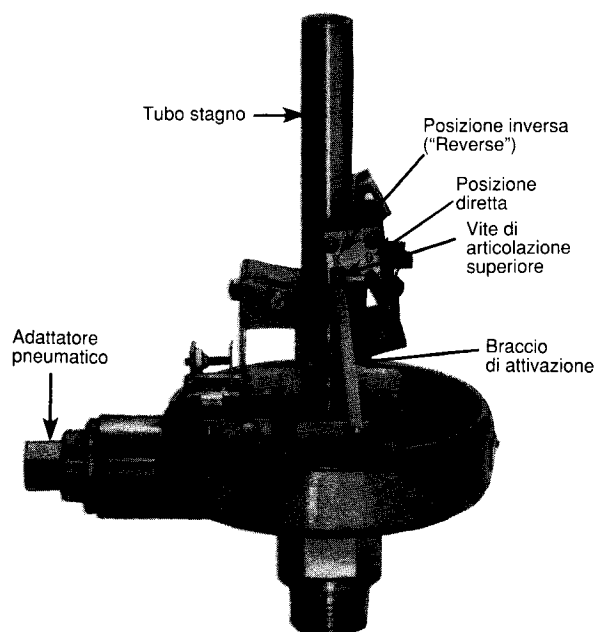

Figura 3
1. L'azione può essere invertita togliendo dapprima la vite di articolazione superiore dal braccio di attivazione e spostando quest'ultimo dalla posizione diretta (D) alla posizione inversa (R) come indica la **Figura 3**.